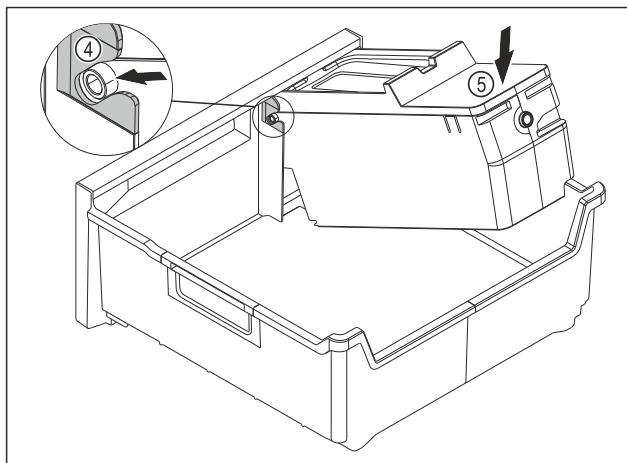

Fig. 82
- Монтаж на корпуса на EasyTwist-Ice: Вкарайте осите на корпуса на EasyTwist-Ice във водачите Fig. 82 (4).
- Натиснете надолу корпуса на EasyTwist-Ice Fig. 82 (5) отзад.